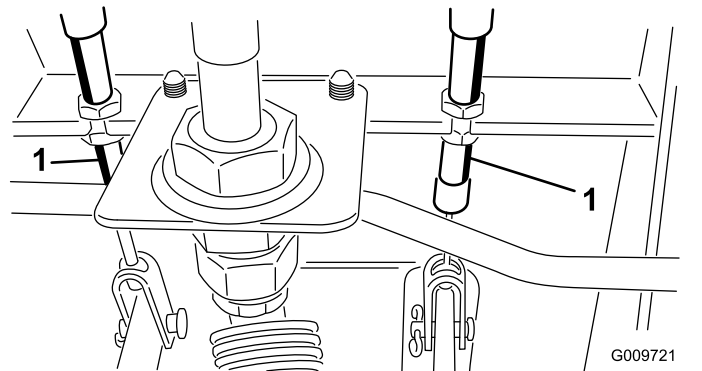

Figure 92
- A. Desserrez l'écrou avant sur l'extrémité filetée du câble de frein (Figure 92).